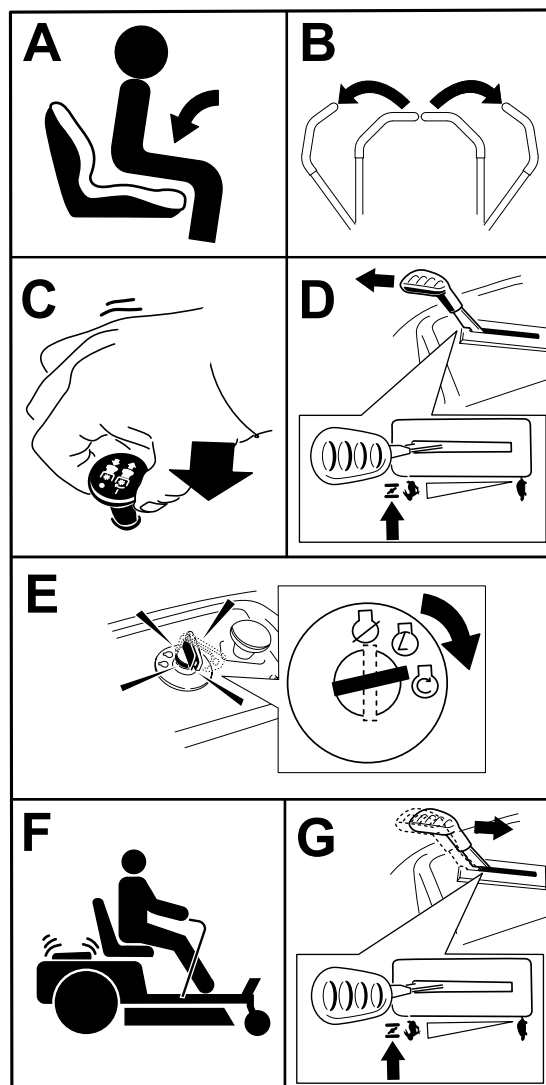

Figura 23
Nota: Può essere necessario tenere la leva sullo stop, nella posizione dello starter, nel tentativo di avviare il motore (Figura 23).
1. Disinserite le lame spostando il comando delle lame in posizione di SPEGNIMENTO (Figura 23).